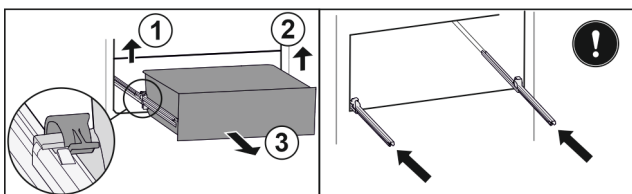

Fig. 137
- ▶ Ridicați clema din stânga și trageți concomitent sertarul din stânga spre înainte. Fig. 137 (1)
- ▶ Ridicați clema din dreapta și trageți concomitent sertarul din dreapta spre înainte. Fig. 137 (2)
- ▶ Extrageți sertarul spre înainte. Fig. 137 (3)